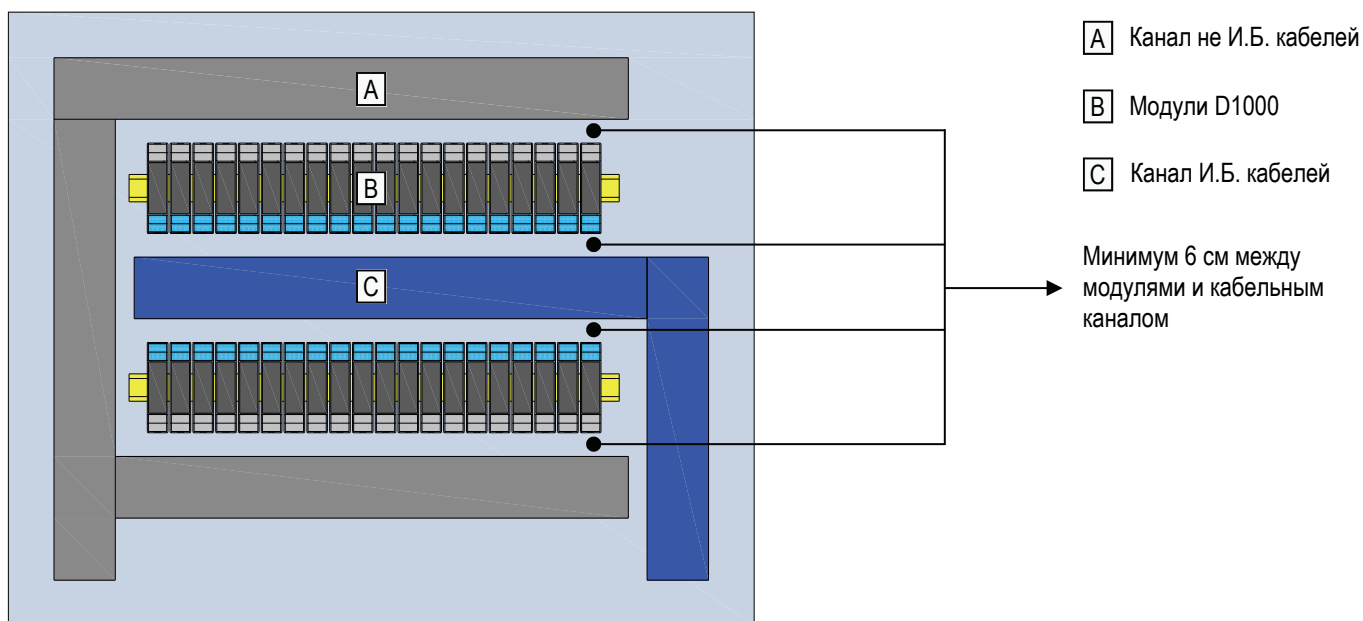

Рис. 1 Горизонтальное размещение в шкафу
5. Обеспечьте приемлемые расстояния между модулями серии D1000 и кабельными каналами. Мы рекомендуем расстояние не менее 6 см (см. рис. 1 и 2). Если место в шкафу не позволяет обеспечить расстояние, мы рекомендуем монтировать DIN-рейку на удалении от задней стенки шкафа, используя дистанционные болты.